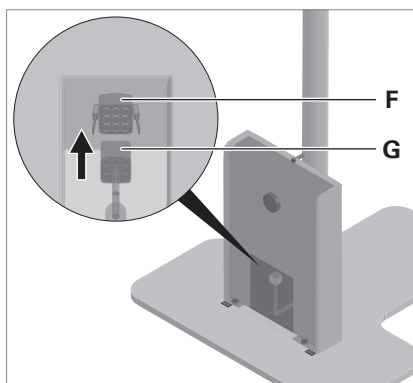

Fig. 4: Raccorder l'unité d'alimentation.
- Insérez la fiche **G** dans le connecteur femelle **F**, voir Fig. 4